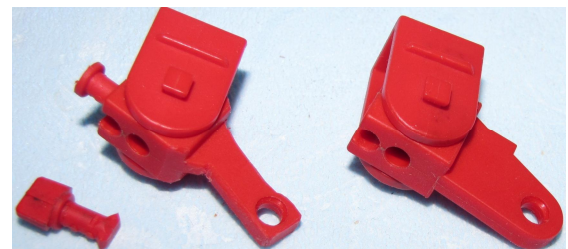

Abb. 15: Beschnittene Lenkwürfel
- Lenkwürfel beschnitten für größeren Lenkeinschlag (Abb. 15)